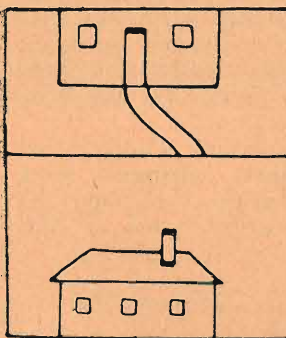

Fig. 2.
Ma saranno sincrone solo nel caso in cui il medesimo raggio si trovi in ambedue nella medesima posizione (B). Nella televisione, il disco trasmittente e quello ricevente debbono naturalmente essere sincroni. Non basta, quindi, che facciano lo stesso numero di giri, ma occorre una perfetta eguaglianza di fase. Cioè, quando l'apertura del disco trasmittente comincia a proiettare la figura, la stessa cosa, nello stesso momento, deve avvenire sul disco ricevente, affinché la figura riesca bene inquadrata. Altrimenti essa apparisce tagliata, proprio come quando nello schermo del cinematografo la linea di divisione cade in mezzo alla figura (fig. 2).